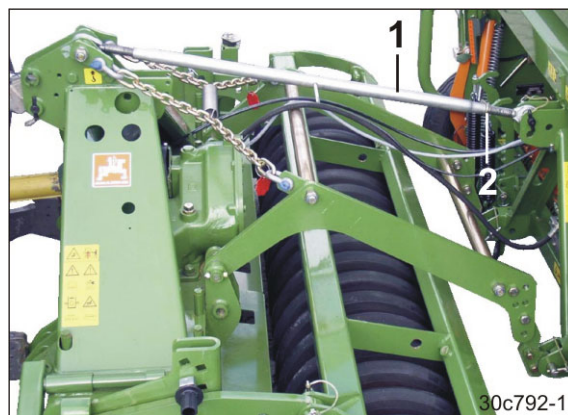

Рис. 90
8. Закрепите верхнюю тягу (Рис. 90/1) в верхнем шарнирном соединении (кат. II) сеялки.
10. Выровняйте сеялку, удлиняя или укорачивая верхнюю тягу. Зафиксируйте положение верхней тяги контргайкой (Рис. 90/2).